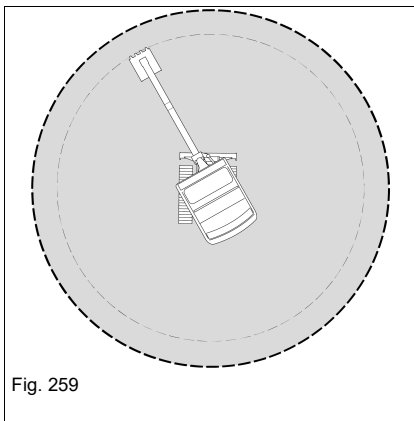

Fig. 259
- ▶ Armsystemet skal stå lige i forhold til kabinen - se Fig. 259